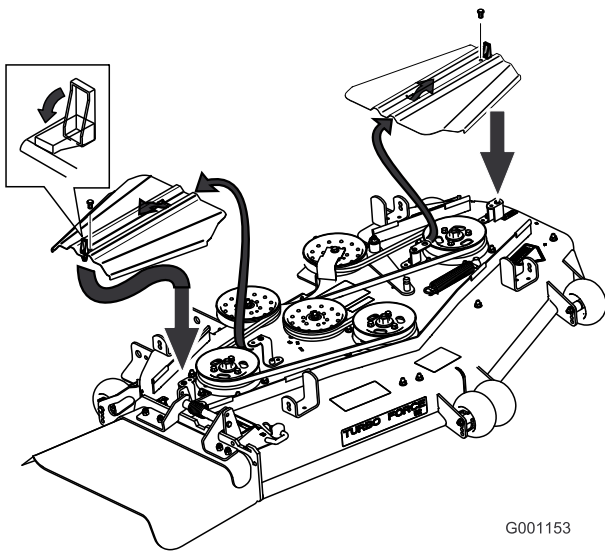

Bild 55
3. Entfernen Sie die beiden Schrauben, mit denen die Riemenabdeckungen befestigt sind und entfernen Sie diese (Bild 55).
9. Setzen Sie die Riemenführungen ein, indem Sie die Abdeckung in die Lasche schieben, setzen Sie die Schrauben ein und schließen Sie die Riegel (Bild 55).